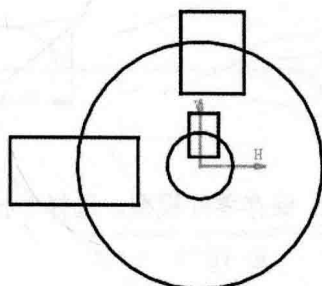
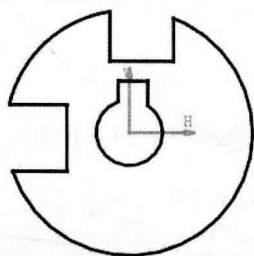

图 2.2 草图轮廓
图 2.3 修剪草图
Step2. 选取 xy 平面作为草绘平面,绘制图 2.2 所示的轮廓。
Step3. 添加修剪操作。选择下拉菜单 **插入** → **操作** → **重新限定** → **快速修剪** 命令;选取图 2.2 所示的修剪的部分,修剪后的图形如图 2.3 所示。